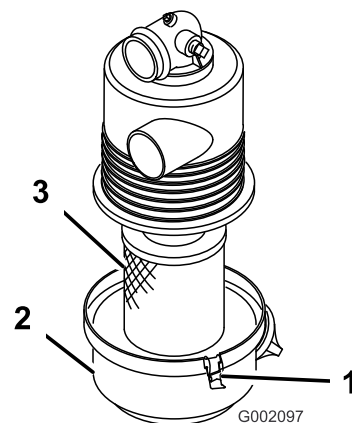

図 24
2. エアクリーナ本体にリーク原因となりそうな傷がないか点検する。本体とカバーがシールでしっかり密着しているのを確認してください 図 24。
3. エアフィルタのカバーをエアフィルタのハウジングに固定しているラッチを外す 図 24。
4. ボディーからカバーを外し、カバーの内部を清掃する 図 24。